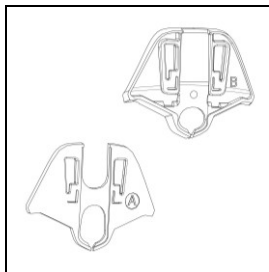

Fig. 1
- Sélectionnez l'adaptateur le mieux adapté à la conformation de la calotte de votre modèle de casque (Fig. 1).